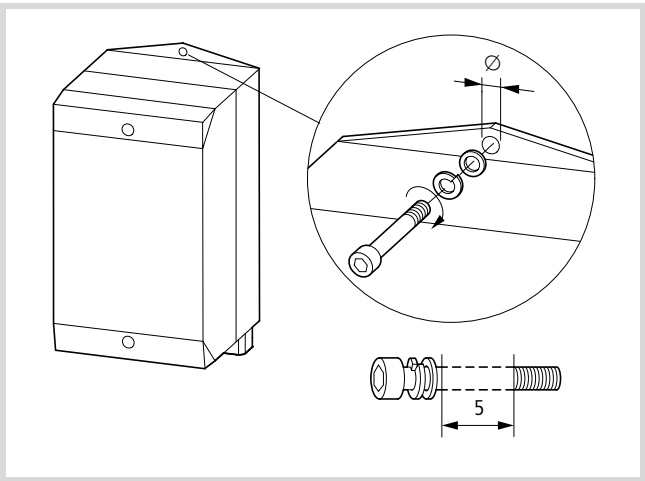

Figure 55 : Montage
- ▶ Fixez la partie inférieure avec deux vis M5 (voir Fig. 55).